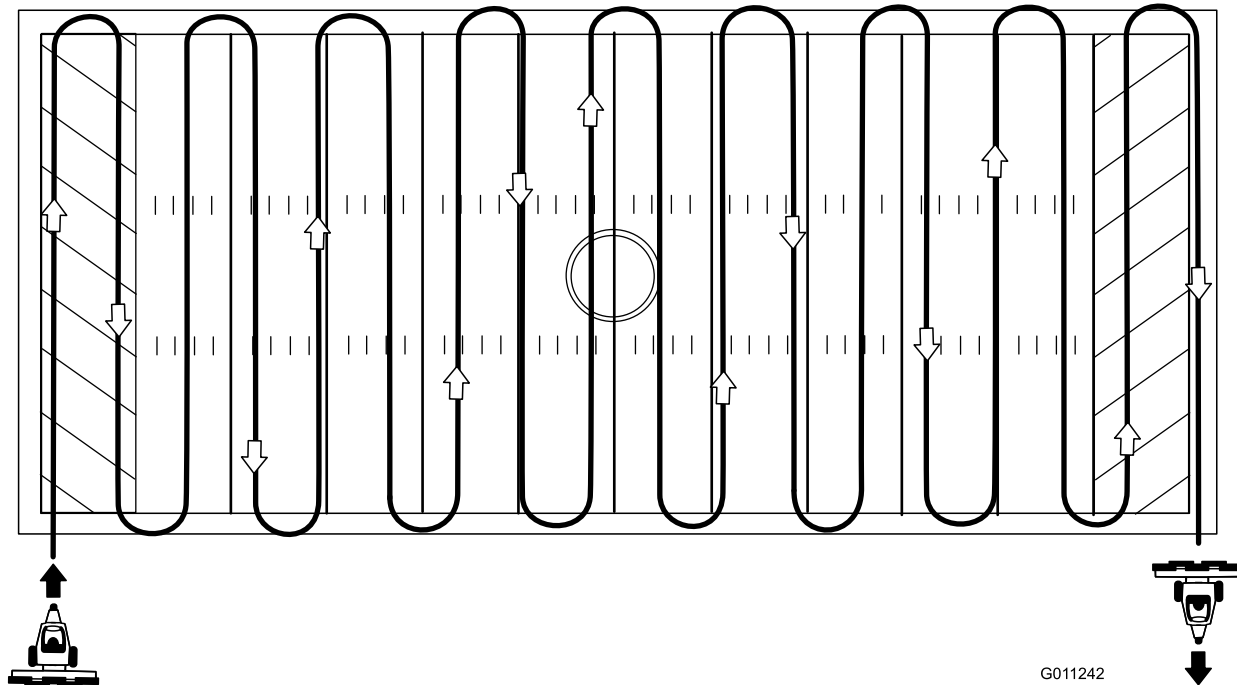

図 13
- ・ 図 13に、一般的に推奨されるスポーツ・フィールド用のグルーミングのパターンを示します。